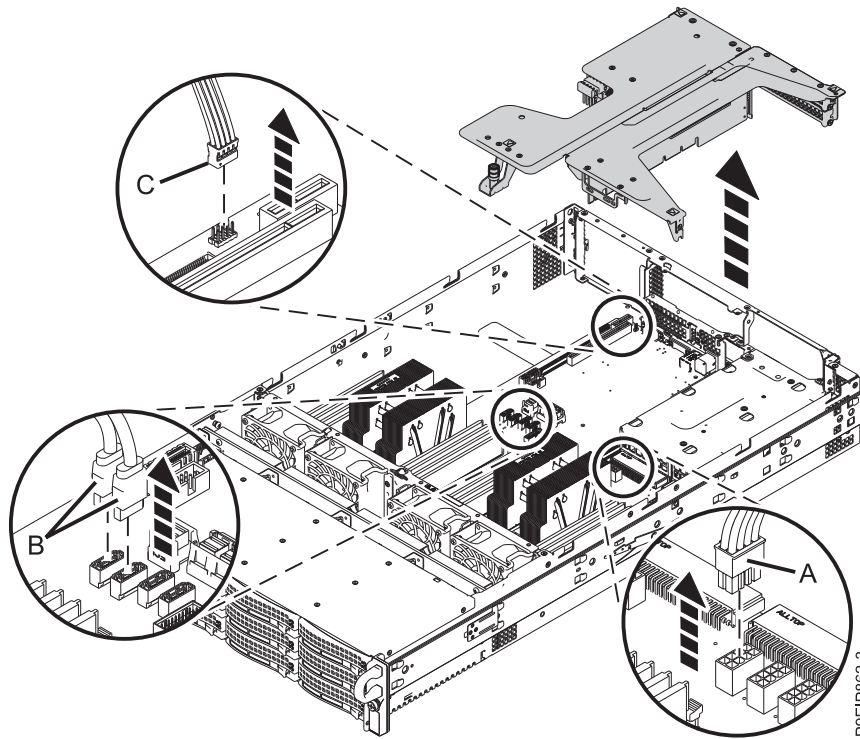

Figure 22. Déconnexion des cordons d'interface et des câbles d'alimentation de l'unité du fond de panier système
4. Etiquetez et notez les emplacements et retirez le cordon d'alimentation de l'unité **(A)** et les cordons d'interface de l'unité **(B)** et **(C)** du fond de panier système, comme illustré dans la figure 22. Avec le pouce, appuyez sur le loquet du connecteur pour débrancher le câble.